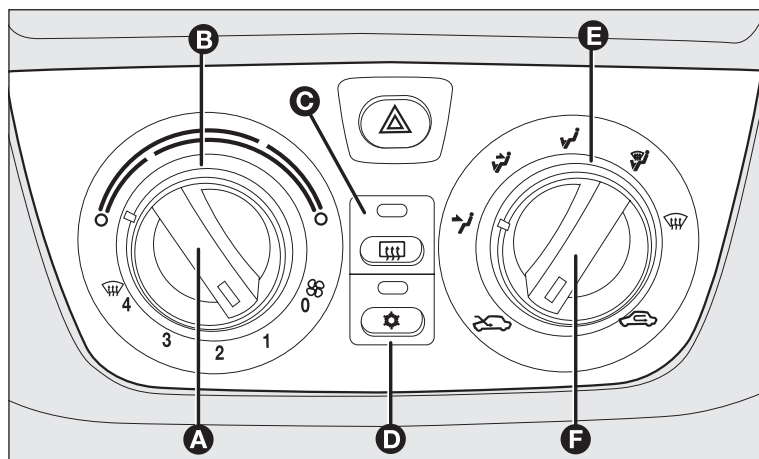

fig. 61
MANDOS fig. 61
El selector giratorio **E-fig 61** permite al aire soplar hacia el interior del coche alcanzar todas las zonas del habitáculo según 5 opciones posibles:
Girar hacia la derecha (índice sobre el sector rojo) el selector **B-fig. 61** para aumentar la temperatura o hacia la izquierda para disminuirla;
- ☐ colocar el selector **B-fig. 61** en el sector azul;
Coloque el mando **F-fig. 61** en .
- ☐ colocar el selector **B-fig. 61** en el sector rojo;
Presione el pulsador **C-fig. 61** para activar esta función: La activación es indicada por el encendido del led sobre el pulsador mismo.
- ❑ colocar el selector **B-fig. 61** en el sector azul para seleccionar la temperatura;